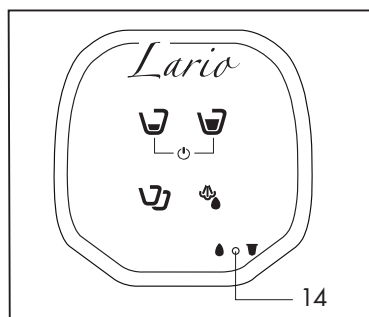

Fig. 4
Quand le voyant (14) (Mod.VAP et 4D) du tableau de commande s'allume, cela indique un manque d'eau dans le réservoir (**Fig. 4**) ; procéder dans ce cas au remplissage du réservoir (8) comme indiqué plus haut.